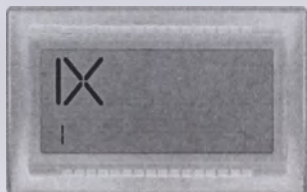
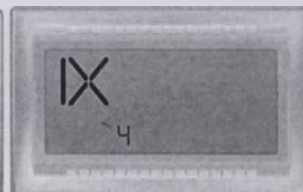

Рис.4.1
Рис.4.4
При включении режима «МЕНЮ» и в течение всего времени работы этого режима в верхнем левом углу ЖКИ индицируется пиктограмма «рыбка» (рис.4.1 – рис.4.4). Одновременно с индикацией пиктограммы «рыбка» в нижнем левом углу ЖКИ последовательно слева на право, друг за другом индицируются четыре цифры: 1; 2; 3; 4.
- 1 – режим «КОНТРОЛЬ» (рис.4.1);
- 4 – режим «СОН» (рис.4.4).